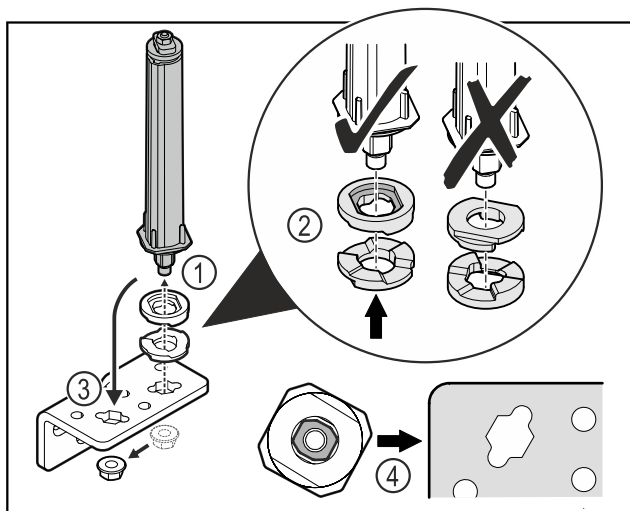

Fig. 46
- ▶ Λύστε το παξιμάδι και αφαιρέστε το σύστημα κλεισίματος πόρτας Fig. 46 (1).
- ▶ Βεβαιωθείτε για τη σωστή ευθυγράμμιση των ροδελών ρύθμισης ύψους Fig. 46 (2).
- ▶ Μεταφέρετε το σύστημα κλεισίματος πόρτας στη γωνία μεντεσέ και στερεώστε με το παξιμάδι Fig. 46 (3).
- ▶ Κατά την τοποθέτηση βεβαιωθείτε για τη σωστή ευθυγράμμιση του συστήματος κλεισίματος πόρτας Fig. 46 (4).